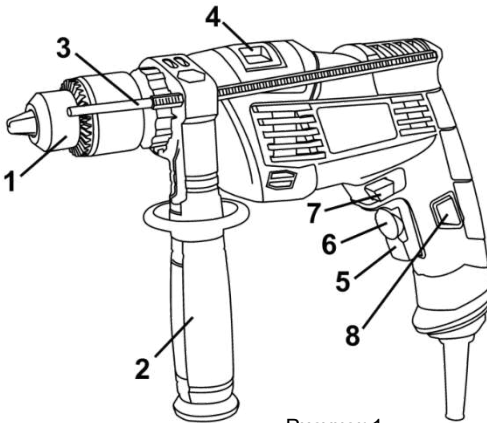

Рисунок 1
2.3.1 Виріб має два режими роботи: ударно-обертальний і обертальний. Перемикання режимів роботи виробу здійснюється переведенням перемикача (4) (див. рис.1) з одного крайнього положення в інше у бік відповідного символу режиму роботи:
- Ударно-обертальний режим - перемикач (4) повинен бути переведений до упору у бік символу **T**.
- Обертальний режим - перемикач (4) повинен бути переведений до упору у бік символу **2**.
**4.2** Виберіть необхідний режим роботи виробу за допомогою перемикача (4) (див. рисунок 1). Перемикач режимів роботи виробу здійснюється переведенням перемикача (4) (див. рис. 1) з одного крайнього положення в інше у бік відповідного символу режиму роботи: